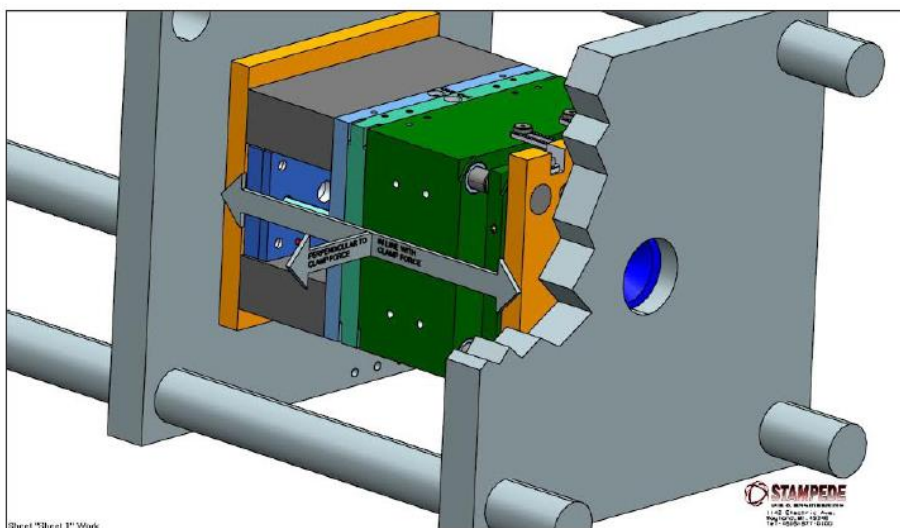

Figure 30.2 Forces act both parallel and perpendicular to clamp force
2. 模具的刚性足够，可以避免平行于锁模力方向和垂直于锁模力方向的变形。参考图 30.2 涨模力的作用方向。